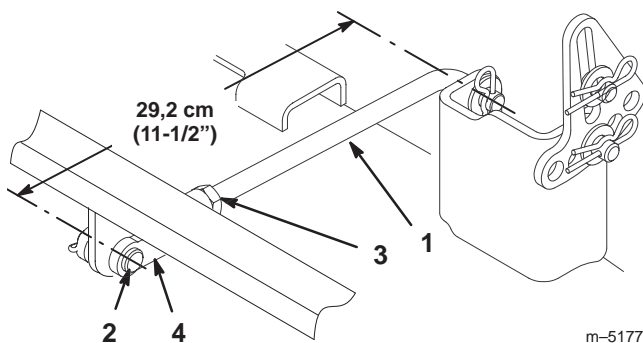

Figure 41
6. Mesurez la longueur du tourillon arrière (Fig. 41). Si elle n'est pas égale à 29,2 cm (11-1/2 pouces), enlevez l'axe de chape et la goupille fendue à l'extrémité du tourillon (Fig. 41), desserrez l'écrou de blocage et tournez la chape jusqu'à obtention de la longueur voulue (29,2 cm [11-1/2 pouces]). Fixez ensuite la chape avec l'axe et la goupille fendue. Répétez la procédure de l'autre côté de la tondeuse.
12. Quand l'inclinaison avant/arrière voulue est obtenue, serrez les écrous de blocage (Fig. 41 et 43).